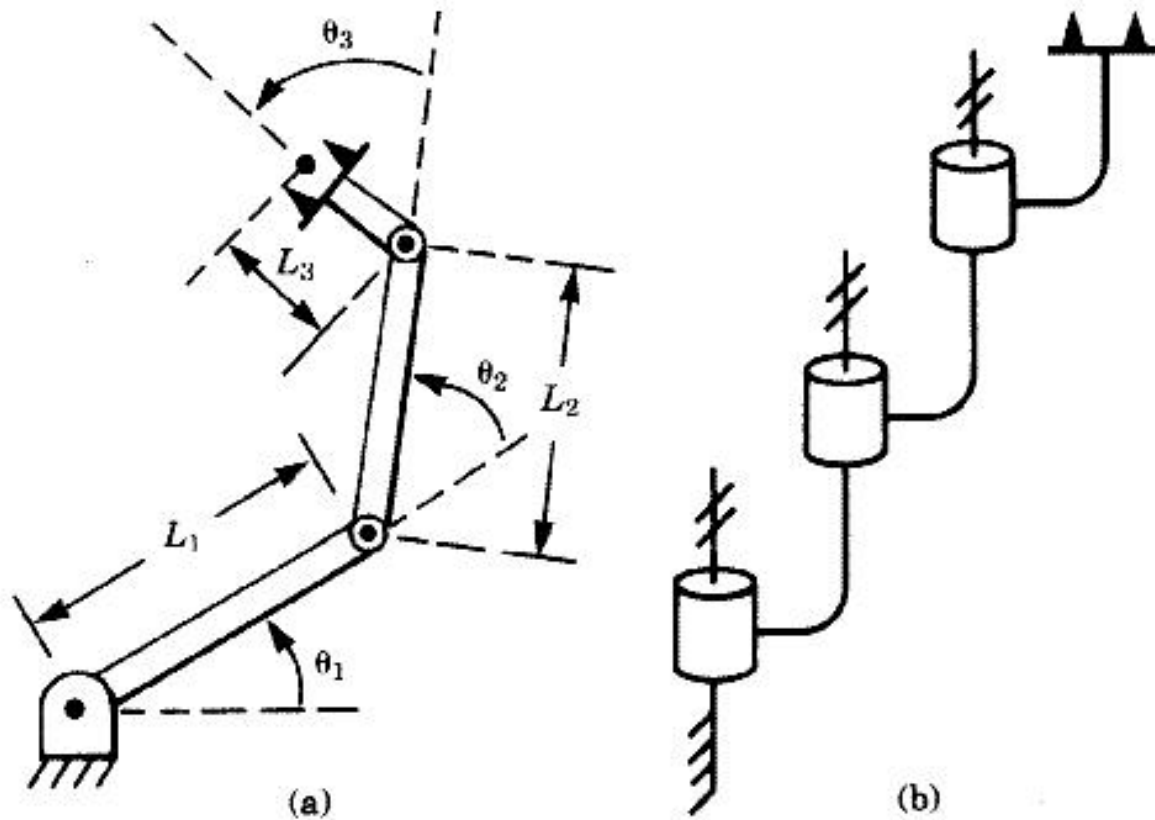

Abbildung 3: Dreigelenkiger planarer Arm
**Aufgabe 2.3:** (3 Pkt.) Das Bild 3 (a) zeigt einen dreigelenkigen planaren Arm. Bild (b) ist eine schematische Darstellung dieses Roboters, in der gezeigt wird, daß die drei Achsen parallel sind. Definieren Sie die Koordinatensysteme für alle Gelenke dieses Arms und geben Sie die D-H-Parameter an.